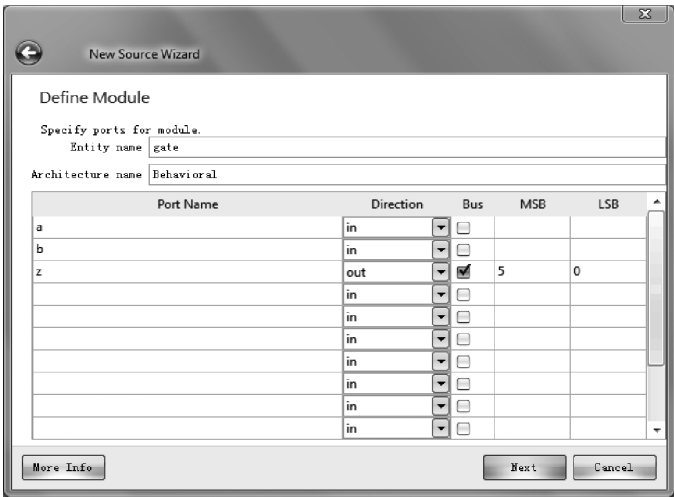

图 3.14 New Source Wizard-DefineModule-VHDL 对话框界面
- ② 对于使用 VHDL 语言的设计者(如图 3.14 所示),按表 3.2 进行参数设置。